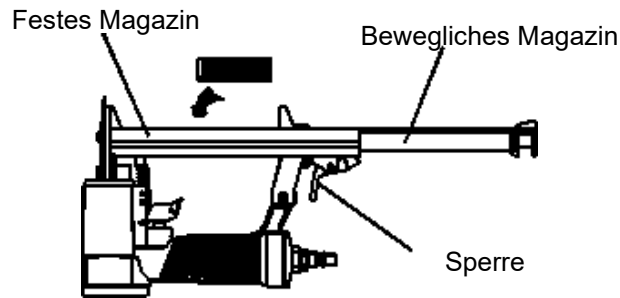

Bild 2
1. Überprüfen, ob das Werkzeug geschmiert werden muss. Gegebenenfalls zwei Tropfen Öl in den Druckluftanschluss geben, siehe Bild 2. Bei der Verwendung der Schmiereinheit überprüfen, ob Öl nachgefüllt werden muss.